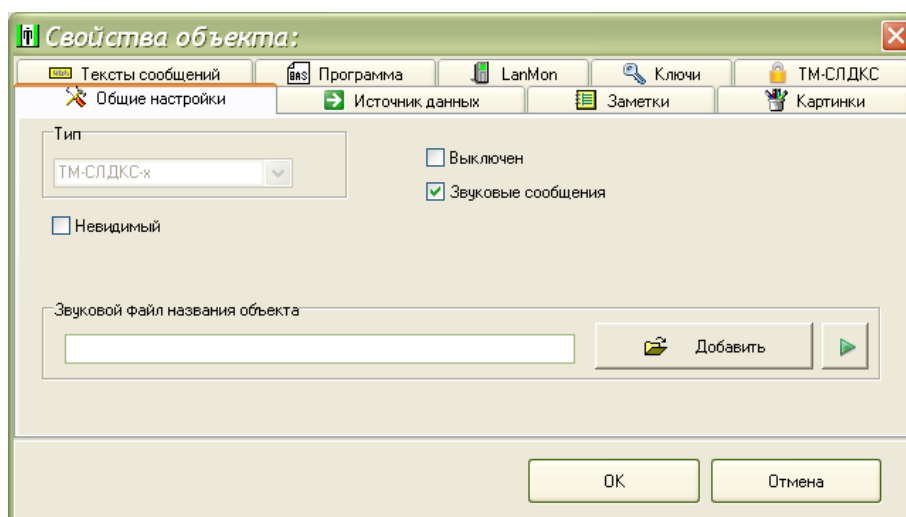

Рисунок 27
2) На вкладке «Общие настройки» установить галочку формирования звуковых сообщений. Снять галочку «Выключен» (рисунок 27).